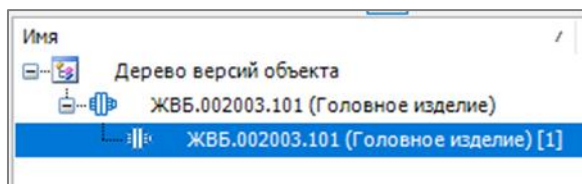

Рисунок 21
- В открывшемся дереве выберите версию изделия (рисунок 21).